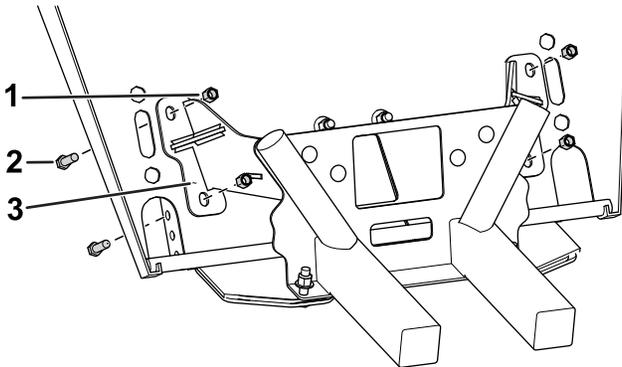

**Figura 2**
6. Utilice 4 pernos de cuello cuadrado ( $\frac{3}{8}$ " ), 4 arandelas, 4 tuercas ( $\frac{3}{8}$ " ) y 2 espaciadores para sujetar provisionalmente los soportes al bastidor del vehículo (Figura 2).
**Nota:** La Figura 2 ilustra el espaciador completo incluido en este kit. Utilice el juego apropiado de espaciadores para su vehículo.